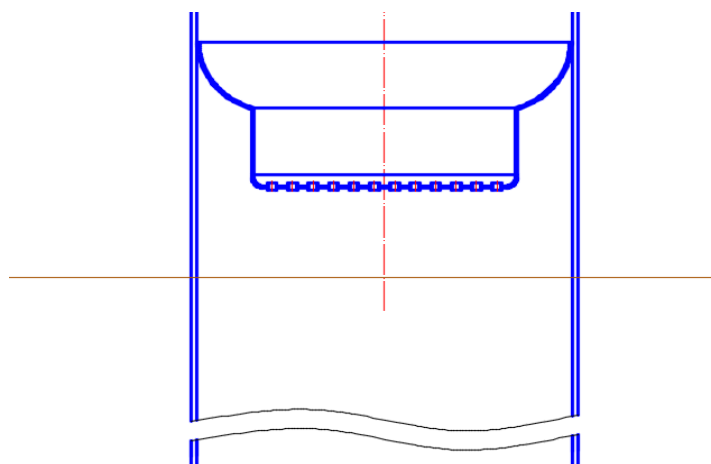

Рис. 106. Построение линий разрыва в средней части абсорбера
5.11. На некотором расстоянии от вспомогательной линии провести линии обрыва с помощью команды **Сплайн** или скопировать построенные ранее с помощью команды **Копировать** (включить режим **Орто**) (см. рис. 106).